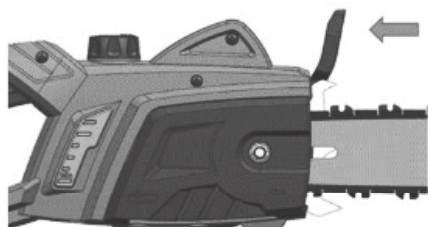
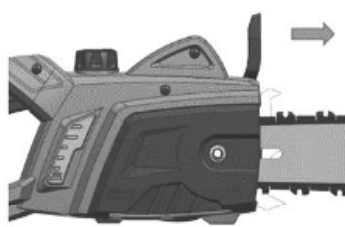

Fig. 1A
Fig. 1B
Le frein de chaîne est désactivé (la chaîne peut bouger) lorsque le frein est tiré vers l'arrière et verrouillé. C'est la position de fonctionnement normale (Fig. 1A). Le frein de chaîne est activé (la chaîne ne peut pas bouger) lorsque le frein est en position avant (Fig. 1B).
- A. Assurez-vous que le frein de chaîne est désengagé (Fig. 1A).